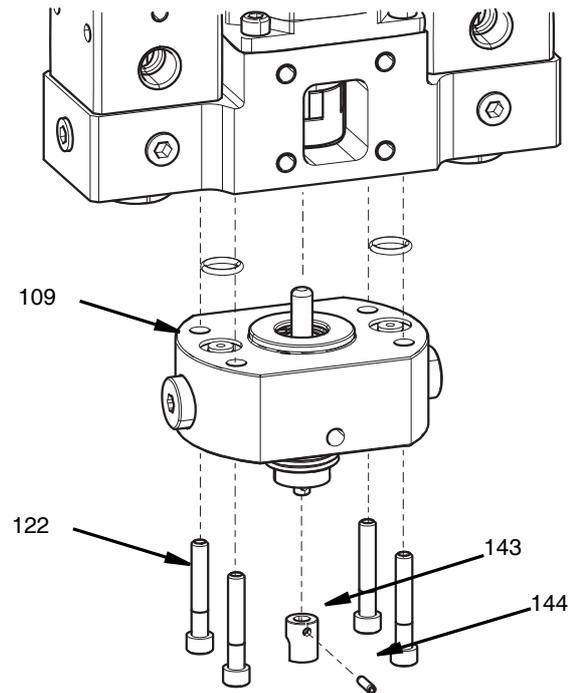
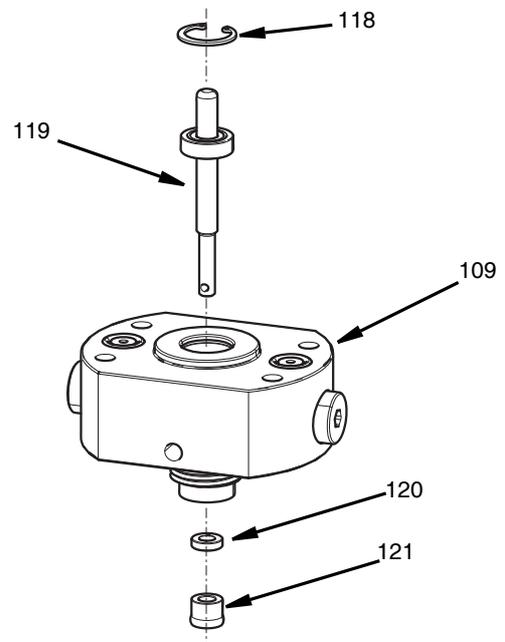

FIG. 32
FIG. 33
4. Retire os quatro parafusos M5 (122) com uma chave sextavada de 4 mm.
5. Remova o bocal da válvula de verificação (109) e os O-rings (108).
6. Pressione o pino (144) do adaptador do misturador (143) a partir da extremidade do conjunto do eixo do rolamento (119).
7. Remova o adaptador do misturador (143). Consulte a FIG. 32.
8. Retire o anel de retenção (118) mantendo o conjunto do eixo de rolamento no lugar.
9. Puxe o conjunto do eixo de rolamento (119) para fora do bocal da válvula de verificação (109).
10. Empurre o vedante rotativo (121) e o anel de reserva (120) para fora do bocal da válvula de verificação usando um pino de 6 mm (1/4 in.) Ver FIG. 33.
1. Instale o conjunto do eixo de rolamento (119) na secção do bocal (109).
3. Insira o anel de vedação de reserva (120) centrado no conjunto do eixo de rolamento e no bocal da válvula de verificação.
7. Substitua os dois o-rings (108) na parte superior do bocal da válvula de verificação.
9. Aperte o parafuso de aperto no acoplamento rotativo (127) para o fixar ao conjunto do eixo de rolamento utilizando uma chave sextavada de 2,5mm.
10. Instale a tampa do acoplamento com os quatro parafusos M6 - 1,0 x 10 em frente ao suporte de montagem fornecido pelo cliente. Aperte com um binário de 50 pol-lbs (13 N•m) Consulte FIG. 32 e FIG. 33 para a montagem.
- Para aceder, remova e repare o eixo de rolamento, siga os passos 1 a 8 na secção de desmontagem **Reparação do vedante rotativo**, começando na página 40. FIG. 15 página 17, FIG. 32 e FIG. 33 página 40.
- Para instalar o eixo de rolamento após reparação, siga os passos 1 a 8 na secção de montagem **Reparação do vedante rotativo** a partir da página 40. Consulte FIG. 15 página 17, FIG. 32 e FIG. 33 página 40.
Consulte a FIG. 32, página 40.
1. Utilizando novas peças, instale o adaptador misturador (143) no eixo do misturador (119).
3. Pressione o pino (144) para dentro do buraco.
4. Certifique-se de que o pino está pressionado até ao fundo e não sobressai de nenhum dos lados do adaptador do misturador. Consulte a FIG. 32, página 40.